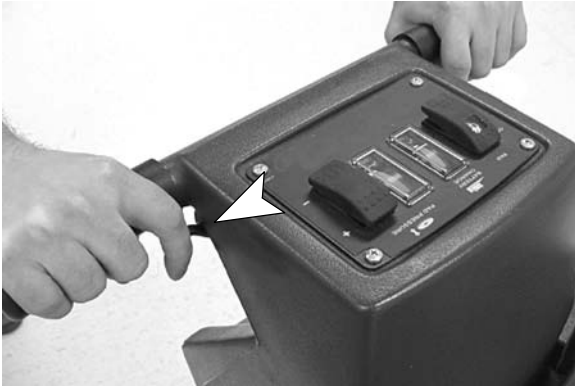

FIG. 9
2. Tournez les poignées de commande vers l'avant pour abaisser le patin contre le sol et faire démarrer le moteur du patin (Figure 9).